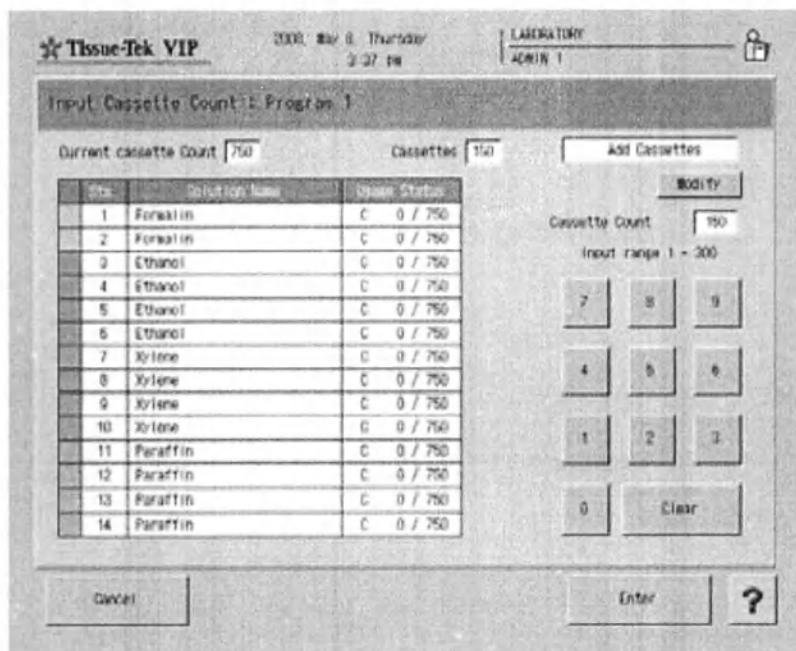

Рис. 111 Установка числа кассет
1. Нажмите кнопку **«Cassette Count»** (Число кассет). Появится меню **«Input Cassette Count»** (Установка числа кассет) (Рис. 111).